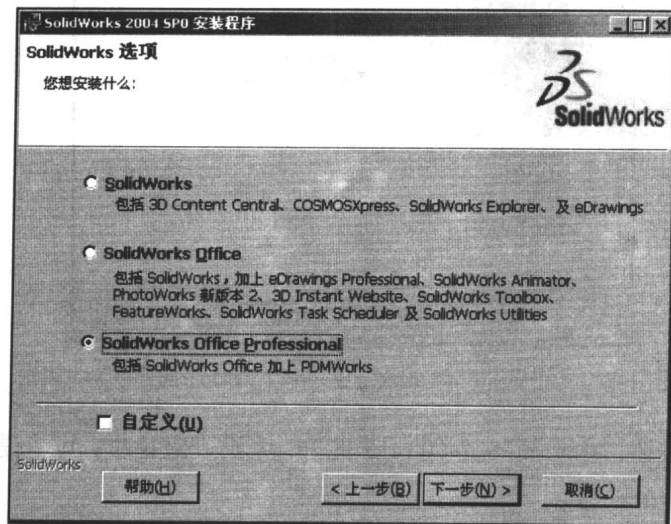

图 1-3 “SolidWorks 选项”对话框
(3) 在打开的“SolidWorks 选项”对话框中选择需要的选项进行安装, 如图 1-3 所示。选中“SolidWorks Office Professional”单选按钮将安装 SolidWorks 及其插件、PDMWorks 等; 选中“SolidWorks Office”单选按钮将安装 SolidWorks 及其插件; 选中“自定义”复选框将根据用户需要进行安装。单击“下一步”按钮继续。